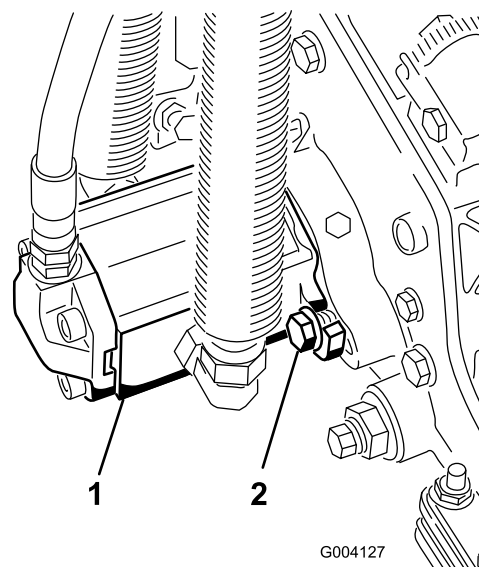

Figura 15
10. Installate il motore ruotandolo in senso orario in modo tale che le flange del motore liberino le viti a testa cilindrica (Figura 15). Ruotate il motore in senso antiorario fino a quando le flange non circondano le viti a testa cilindrica, quindi serrate le viti a testa cilindrica.